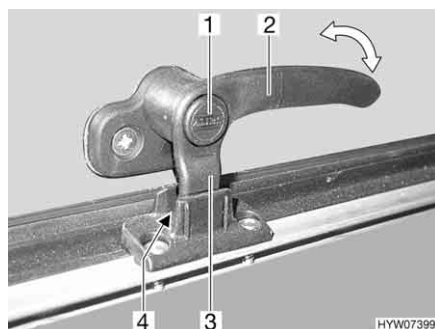
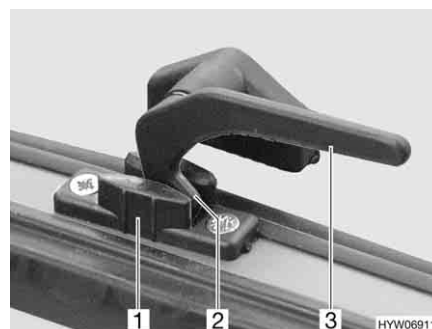

Fig. 100 Levier de verrouillage avec bouton de sécurité en position "Aération permanente"
Fig. 101 Levier de verrouillage en position "Aération permanente"
- En position "Aération permanente" (Fig. 100 et Fig. 101)
- S'il existe, appuyer sur le bouton de sécurité (Fig. 100,1) et le maintenir enfoncé.
- Tourner tous les leviers de verrouillage (Fig. 100,2 ou Fig. 101,3) d'un quart de tour vers le centre du lanterneau.
- Remettre tous les leviers de verrouillage en position initiale. Le tenon de verrouillage (Fig. 100,3 ou Fig. 101,2) doit pénétrer dans le logement du verrouillage du lanterneau (Fig. 100,4 ou Fig. 101,1).